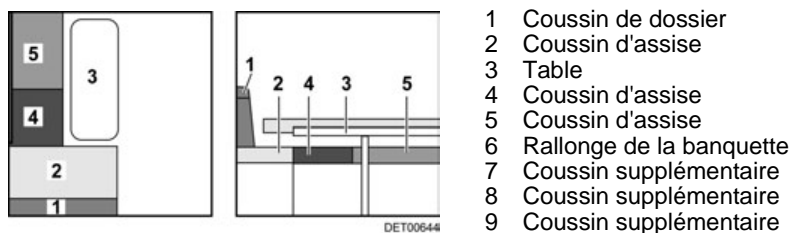

Fig. 142 Avant la transformation
- Convertir la table (Fig. 142,3) en sommier de lit (voir paragraphe 7.7).